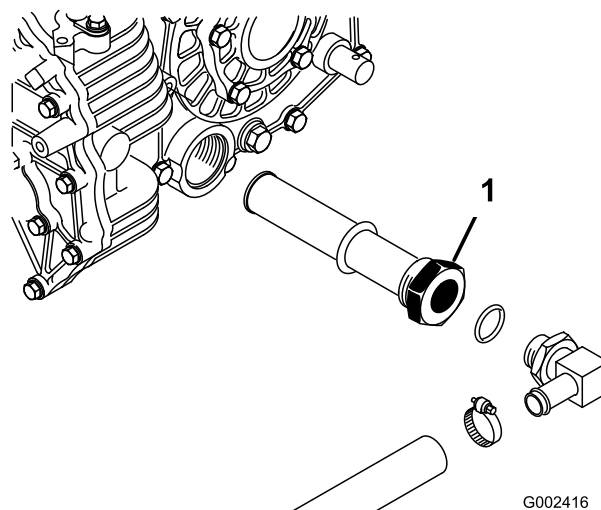

Рисунок 77
3. Отметьте ориентацию гидравлического шланга и 90-градусного фитинга, подсоединенного к сетчатому фильтру на боковой стороне резервуара (Рисунок 77). Снимите гидравлический шланг и 90-градусный фитинг.